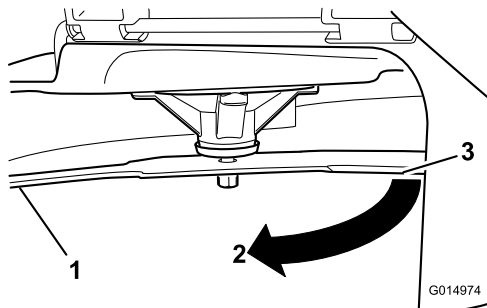

Figura 66
3. A doua distanță măsurată dintre lamă și suprafață (B)
4. Rotii aceeași lamă la 180 de grade, astfel încât marginea de tăiere opusă să se afle acum în aceeași poziție (Figura 66).